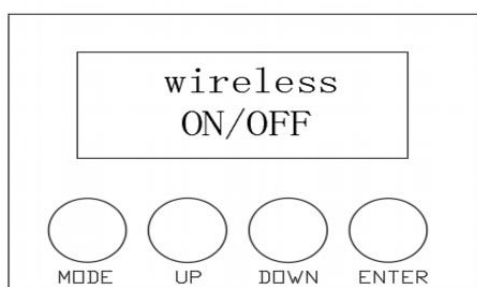

Рисунок 6. Беспроводной пульт ДУ
2. Если пульт ДУ не работает, см. рис. 6.